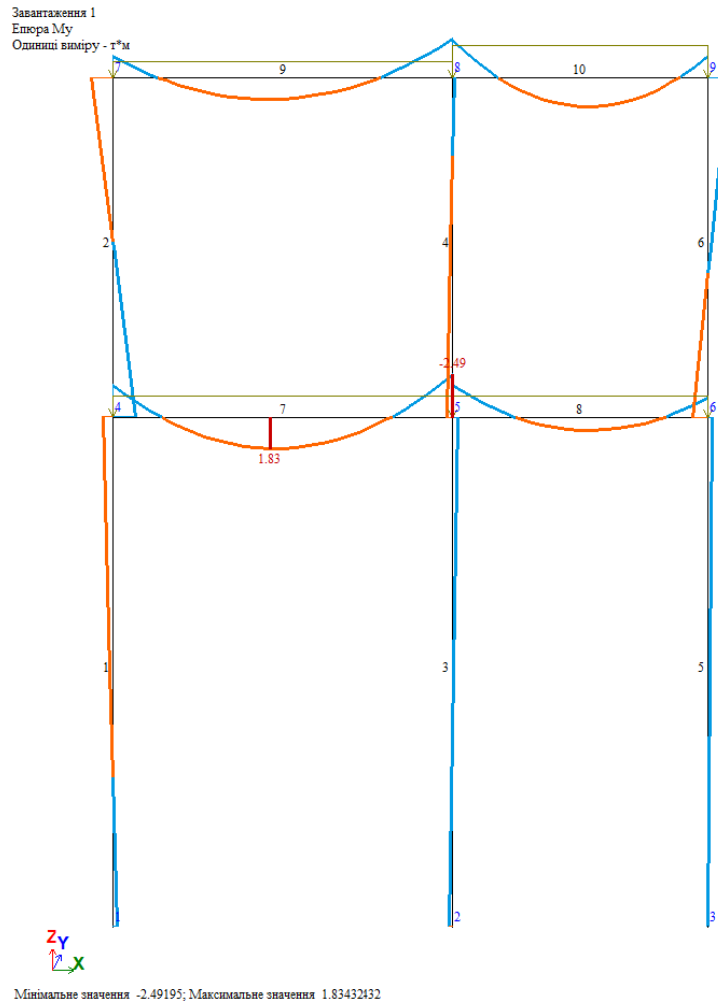

Рис. 1. 20. Епюри згинальних моментів  $M_y$
- Виведіть на екран епюру **My** (рис. 1. 20) натиснувши на кнопку – **Епюри My** (панель **Зусилля в стержнях** на вкладці **Аналіз**).